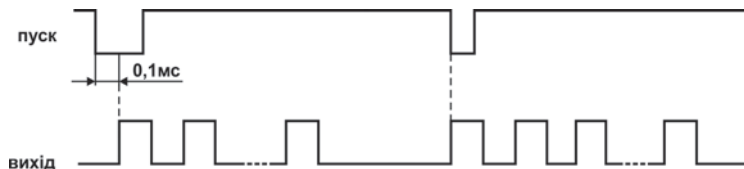

Рисунок 3.5
3.1.2.2 Імпульс «Пуск» запускає виконання програми спочатку або з місця встановлення (рисунок 3.5). Тривалість імпульсу не менше 0,1 с. Затримка реакції пристрою на сигнал «Пуск» складає не більше 0,1 мс.